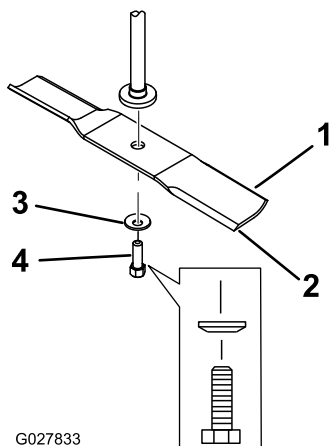

Figura 47
2. Retire del eje el perno de la cuchilla, la arandela curva y la cuchilla (Figura 47).
- Instale la cuchilla en el eje (Figura 47).
- Instale la arandela curva (con la copa hacia la cuchilla) y el perno de la cuchilla (Figura 47).